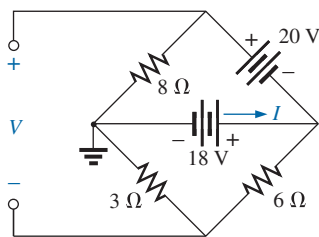

Figura 7.81 Problema 22.
- \*22. Considerando o circuito na Figura 7.81: